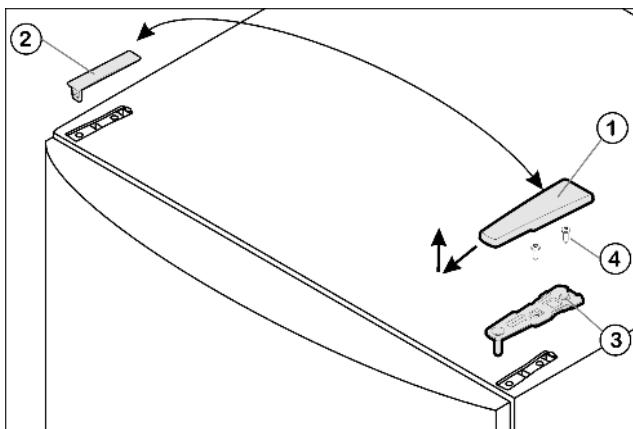

Fig. 4
- ▶ Потяните крышку Fig. 4 (1) вперед и вверх.
- ▶ Снимите крышку Fig. 4 (2).
- ▶ Открутите верхний опорный кронштейн Fig. 4 (3)(2 шт. Torx® 25) Fig. 4 (4) и вытяните вверх.
- ▶ Установите верхний опорный кронштейн *Fig. 4* (3) на новой стороне шарнира и защелкните в дверце.
- ▶ Привинтите верхний опорный кронштейн (**с моментом 4 Нм**) (2 шт. Torx® 25) *Fig. 4* (4). При необходимости проделайте отверстия или используйте аккумуляторную отвертку.
- ▶ Наденьте и защёлкните крышку *Fig. 4* (1) и крышку *Fig. 4* (2) на противоположной стороне снаружи.